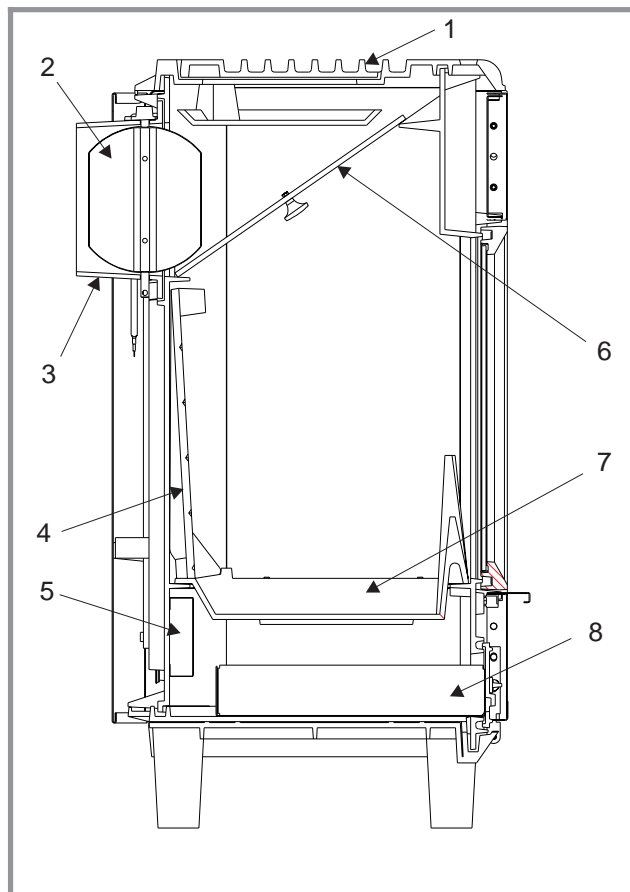
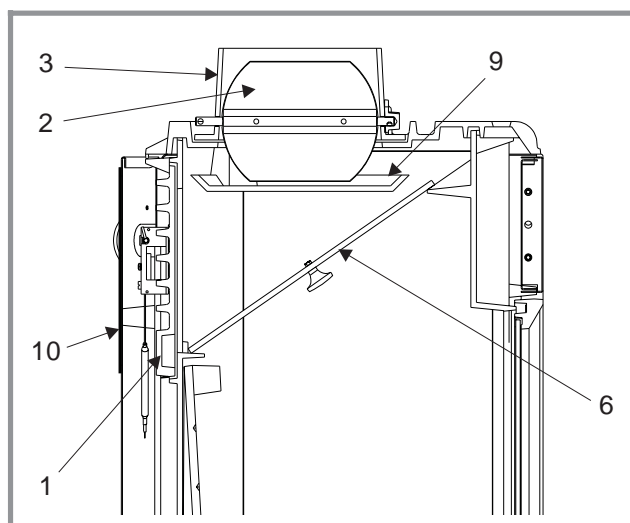

Figure 3 - Coupe schématique départ de fumée arrière
Figure 4 - Coupe schématique départ de fumée au dessus
Au départ de l'usine, la buse de l'appareil est montée pour un départ de fumée à l'arrière (fig. 3).
Pour un départ de fumée au dessus (fig. 4) :
- Dans les deux cas la chicane **6** doit être mise en place en haut de la chambre de combustion (fig. 3 et fig. 4).